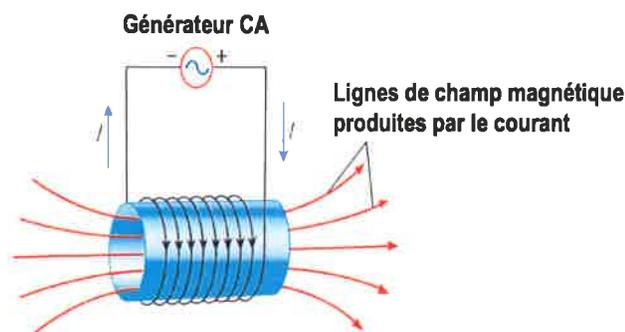

Figure 15 Actionneur à solénoïde
En utilisant l'équation ci-dessus comme référence, lorsque nous avons une variation de courant d'un alternateur ou d'une batterie (Figure 15) avec une différence du temps écoulé (t) qui demeure constante, le nombre de lignes de force mesurées par la variation de courant (I) reste également constant. Il n'y a alors aucune présence de F.C.E.M. dans la bobine pendant cette durée. Si l'alimentation est coupée, le courant de batterie diminue entre T1 et T2. Au fur et à mesure que ce courant diminue, les lignes de flux magnétique générées par le courant vont réduire par le fait même. Une force contre-électromotrice dans la bobine est produite par induction électromagnétique. Elle empêche le flux magnétique provenant du courant de diminuer et sa direction reste la même que celle de la F.E.M. générée par le générateur CA (alternateur) ou le courant de la batterie. La C.F.E.M. s'oppose à toute modification du courant dans un circuit. L'auto-inductance agit comme une inertie. Il faut donc garder un juste équilibre avec la force contre-électromotrice qui a été créée pour établir le courant. On parvient à cet équilibre en tirant l'énergie de potentiel magnétique stockée dans l'armature d'un solénoïde automobile.